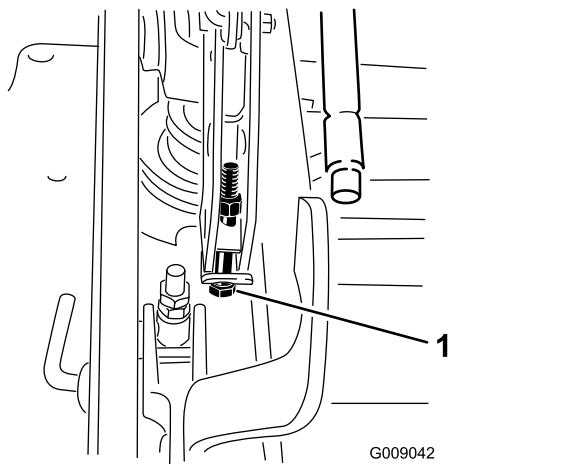

Figura 79
15. Si la carcasa está demasiado baja, apriete el perno del ajuste de un solo punto girándolo en el sentido de las agujas del reloj. Si la carcasa está demasiado alta, afloje el perno del ajuste de un solo punto girándolo en el sentido contrario a las agujas del reloj (Figura 79).